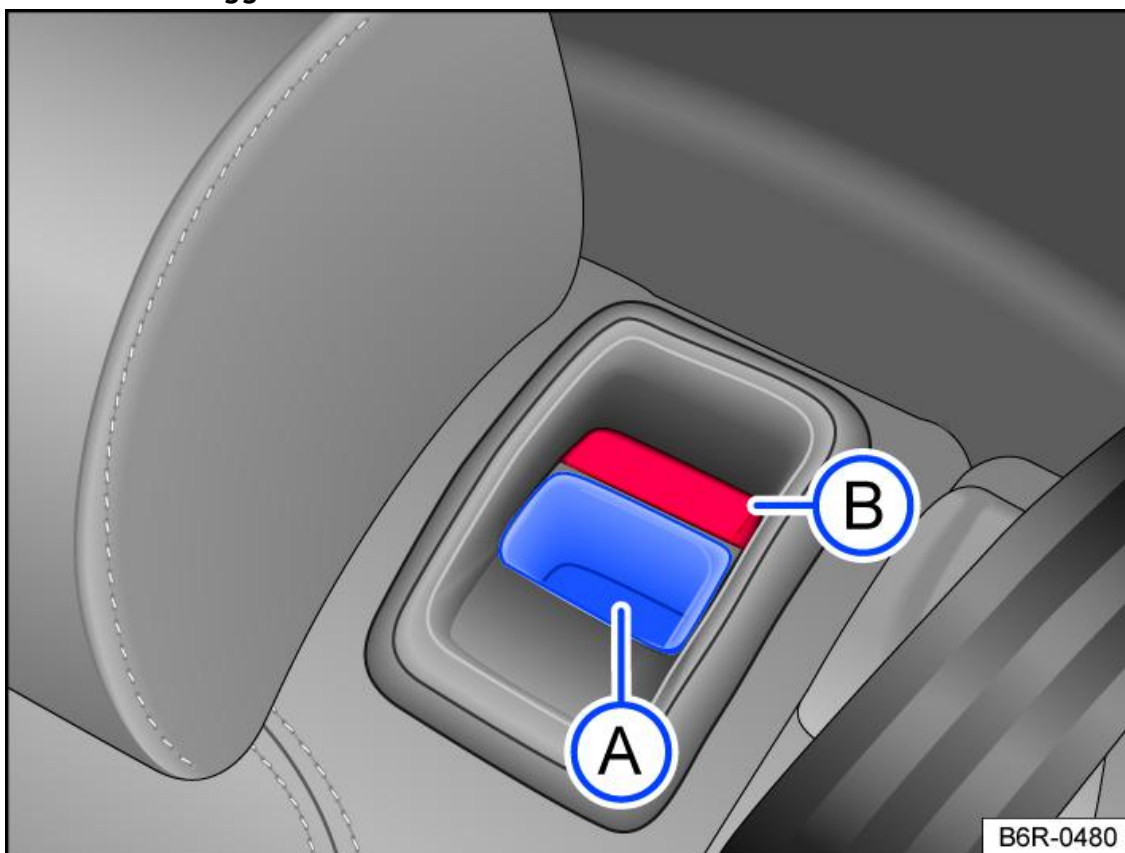

Fig. 1 Divano posteriore: tasto di sbloccaggio (A); contrassegno rosso (B)
2. Abbattere lo schienale del divano posteriore tenendo tirato in avanti il tasto di sbloccaggio → fig. 1 (A)
Lo schienale del divano posteriore è sbloccato quando il contrassegno rosso del tasto → fig. 1 (B) è visibile.
Il contrassegno rosso sul tasto di sbloccaggio → fig. 1 (B) non deve più essere visibile.